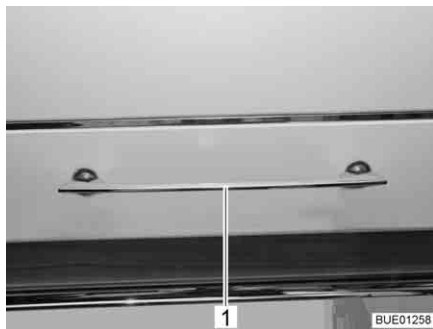

Fig. 71 Trampilla de mueble con tirador de desbloqueo
- Presionar hacia abajo el tirador de desbloqueo (Fig. 71,1) y mantenerla presionada.